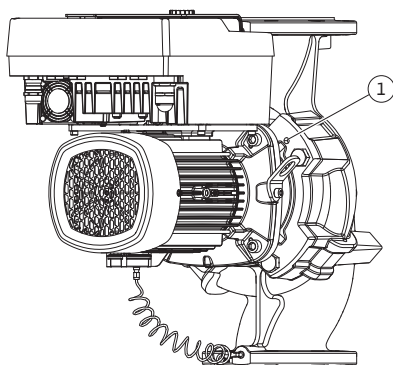

Fig. 11: Изтласкване на окомплектовката по резбите на корпуса (DN 100 ... DN 125)
5. Освободете окомплектовката (виж Fig. 4) от корпуса на помпата. В зависимост от типа на помпата (виж Fig. I ... III) има два различни подхода: За типа помпа Fig. I (DN 32 ... DN 80) разхлабете болтовете поз. 29. Избутайте окомплектовката от корпуса на помпата. При тип помпа Fig. II и Fig. III (DN 100 ... DN 125) използвайте за целта двете резби на корпуса (Fig. 11, поз. 1). При това използвайте подходящи винтове, предоставени на място (напр. M10 x 25 mm).
5. Избутайте окомплектовката (виж Fig. 4) от корпуса на помпата. За целта използвайте двете резби на корпуса (вижте Fig. 11). За разхлабване на сглобката завийте винтове M10 с подходяща дължина в резбовите на корпуса.